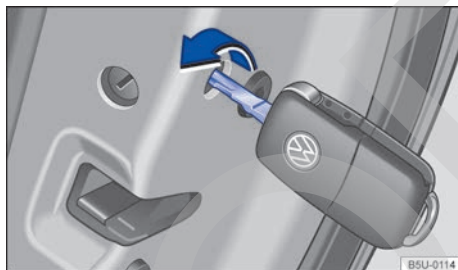

Fig. 157 Cierre de emergencia del vehículo con la llave del vehículo.
- Introducir la varilla de la llave en la hendidura → fig. 157 y girarla en sentido horario (hacia adentro del vehículo) hasta el tope.